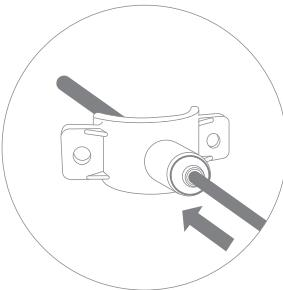

Рис. 13
20. Проденьте красную трубку через штуцер хомута, чтобы она вышла с внутренней стороны хомута на 7...10 мм (рис. 13).